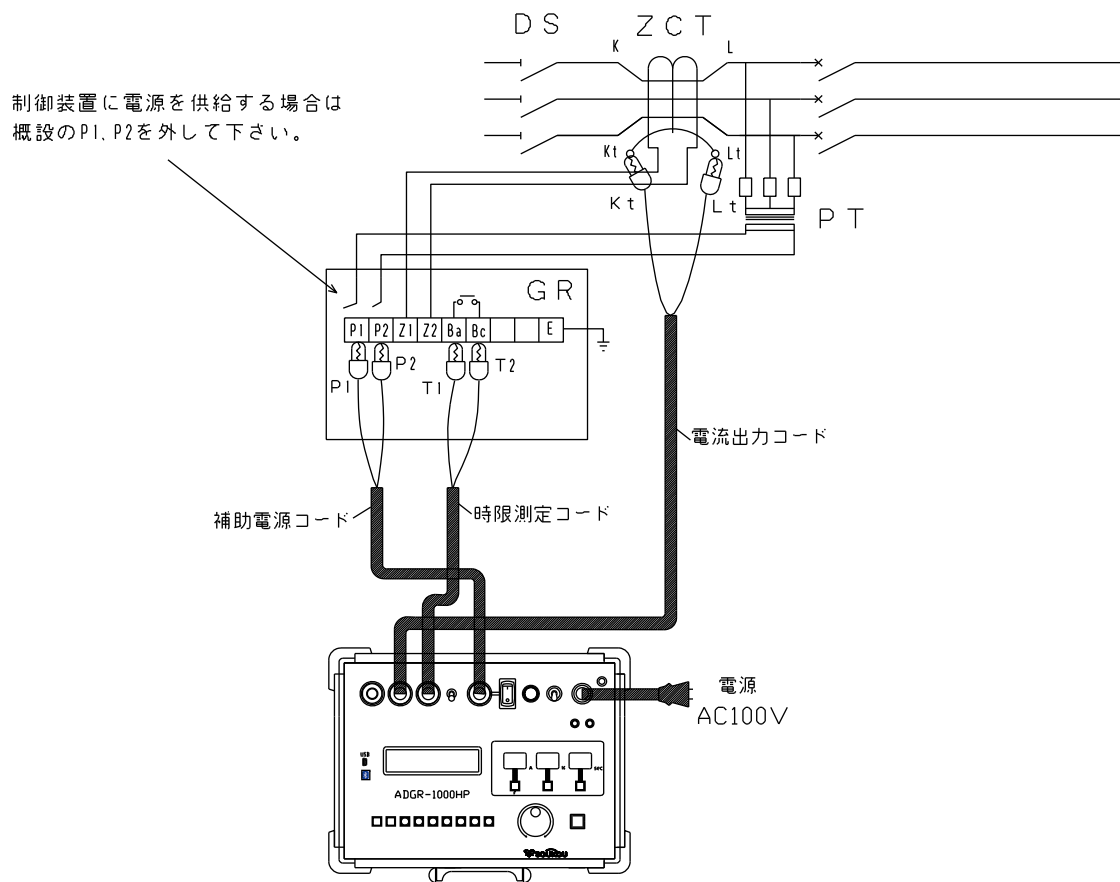

図5：電気室の単体試験（停電状態）
6. 以上のような点を注意し、試験回路を構成します。(図5,6,7)